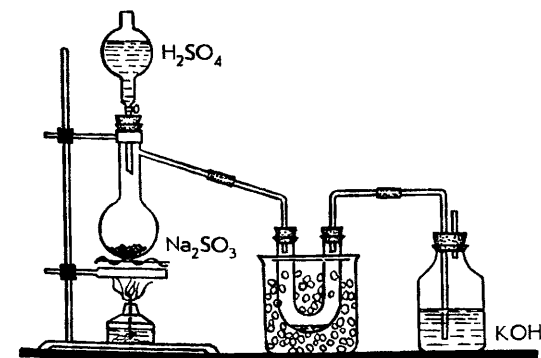

Рис. 17. Получение оксида серы (IV)
Соберите прибор для получения оксида серы (IV) (рис. 17). В колбу на 500 мл поместите две-три ложки сульфита натрия. В капельную воронку осторожно наполните серной кислотой. К газоотводной трубке от прибора присоедините U-образную стеклянную трубку.